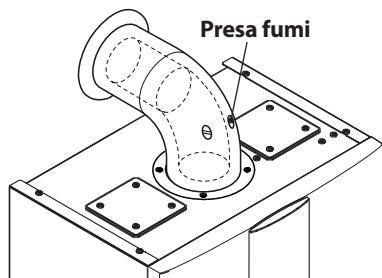

Figura 6.5
**Per questa operazione si può usare la presa fumi posta sullo scarico fumi (Figura 6.5).**